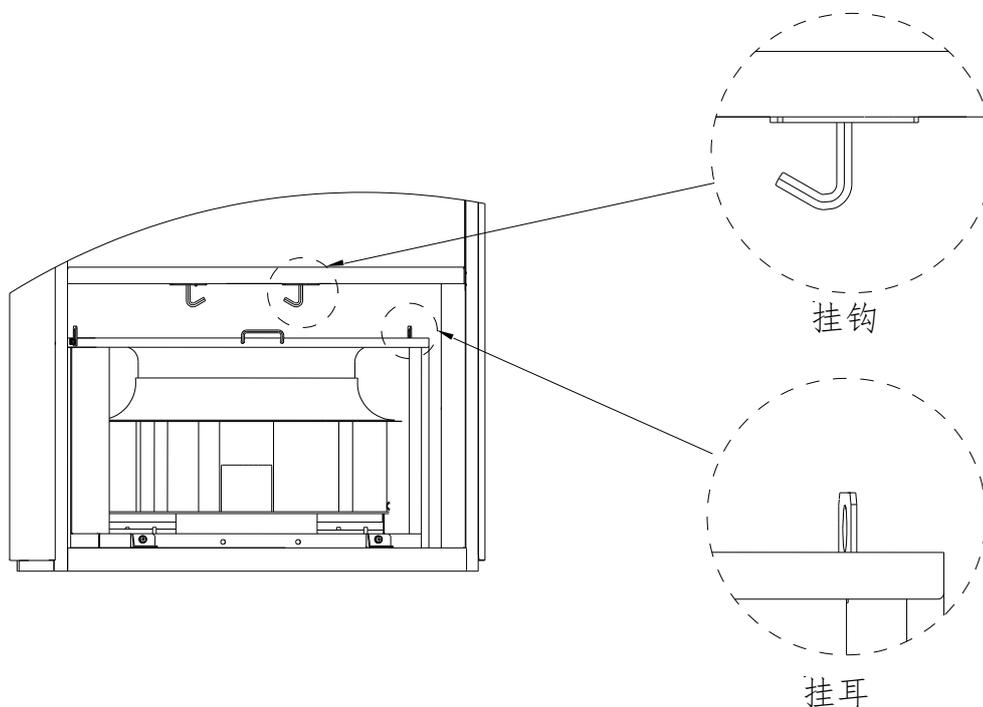

图 3-11 挂钩及挂耳放大示意图
2. MT030-MT050（单系统）与 MT060-MT100（双系统）系列机型均设有挂钩结构（如图 3-11 所示）。